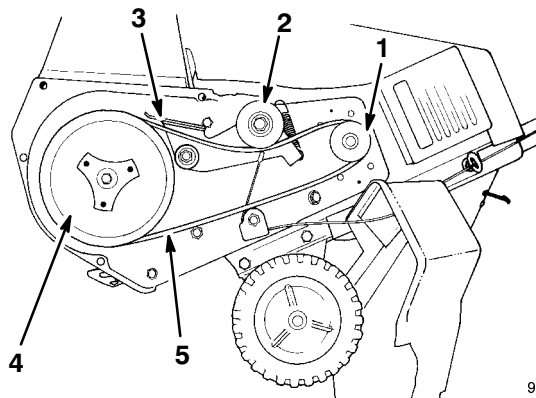

Figure 20
- Tirez légèrement la poulie folle vers le haut tout en sortant la courroie d'entraînement. Laissez la poulie se détendre progressivement quand elle a dépassé la courroie (Fig. 20).
15. Relâchez la poulie folle et glissez la courroie au-dessous (Fig. 20).